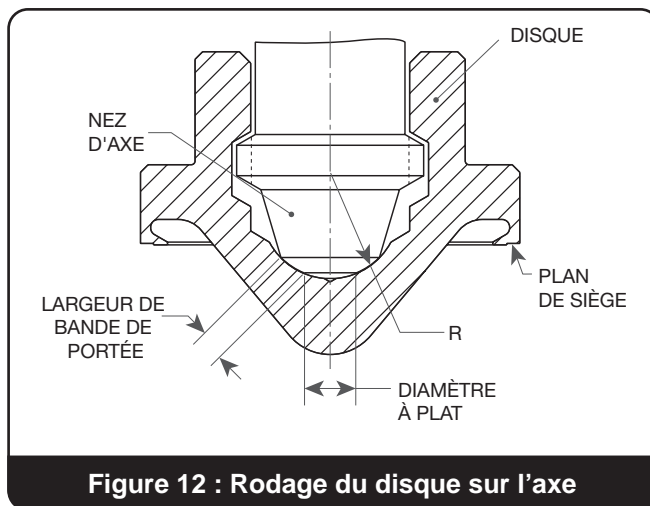

Figure 12 : Rodage du disque sur l'axe
- e. Le nez de l'axe doit être rodé sur l'espace du disque jusqu'à ce que la portée soit clairement marquée. La position de la bande est représentée en Figure 12.